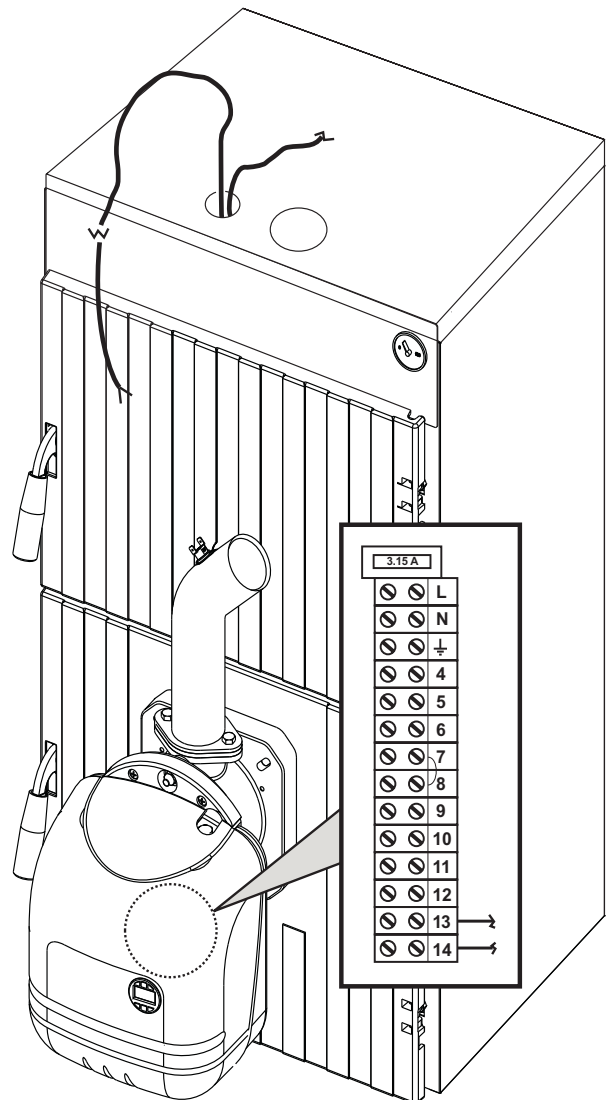

рис. 13
- Установите крышку котла и пропустите кабель из отверстия, как показано на рис. 13.